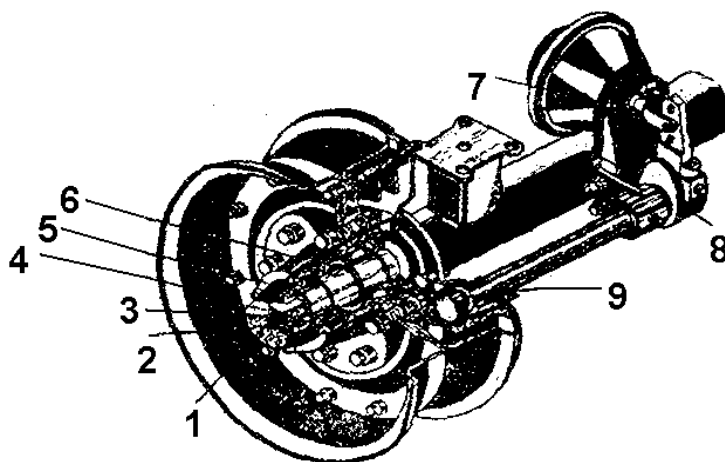

Рис. 8. Ось с колесами и тормозами.
4.6. **Ось с колесами и тормозами** (рис.8). Балки осей выполнены сварной конструкции из труб, с обоих торцов которых сварены цапфы. Колеса дисковые модели 152F-406. Шины 9.00-16 модели Я-324А с давлением воздуха 0,35 Мпа (3,5 кгс/см²). Ступицы 6 колес установлены на двух конических роликоподшипниках (внутренний 7611А и наружный 7609А0, закрепленных на цапфах. Передняя ось оборудована колодочными тормозами. Тормозной механизм каждого колеса барабанного типа с двумя разжимными колодками, к которым прикреплены фрикционные накладки: один конец накладок опирается на неподвижную опору, другой конец прижимается к эксцентриковой поверхности разжимного кулака через ролик.
Регулировка подшипников ступиц колес (см.рис.8) производится при наличии люфта в подшипниках или при тугой затяжке подшипников.
4.6.1. Регулировка тормозов колес (см.рис.8) производится через 240 часов, а при необходимости и раньше.